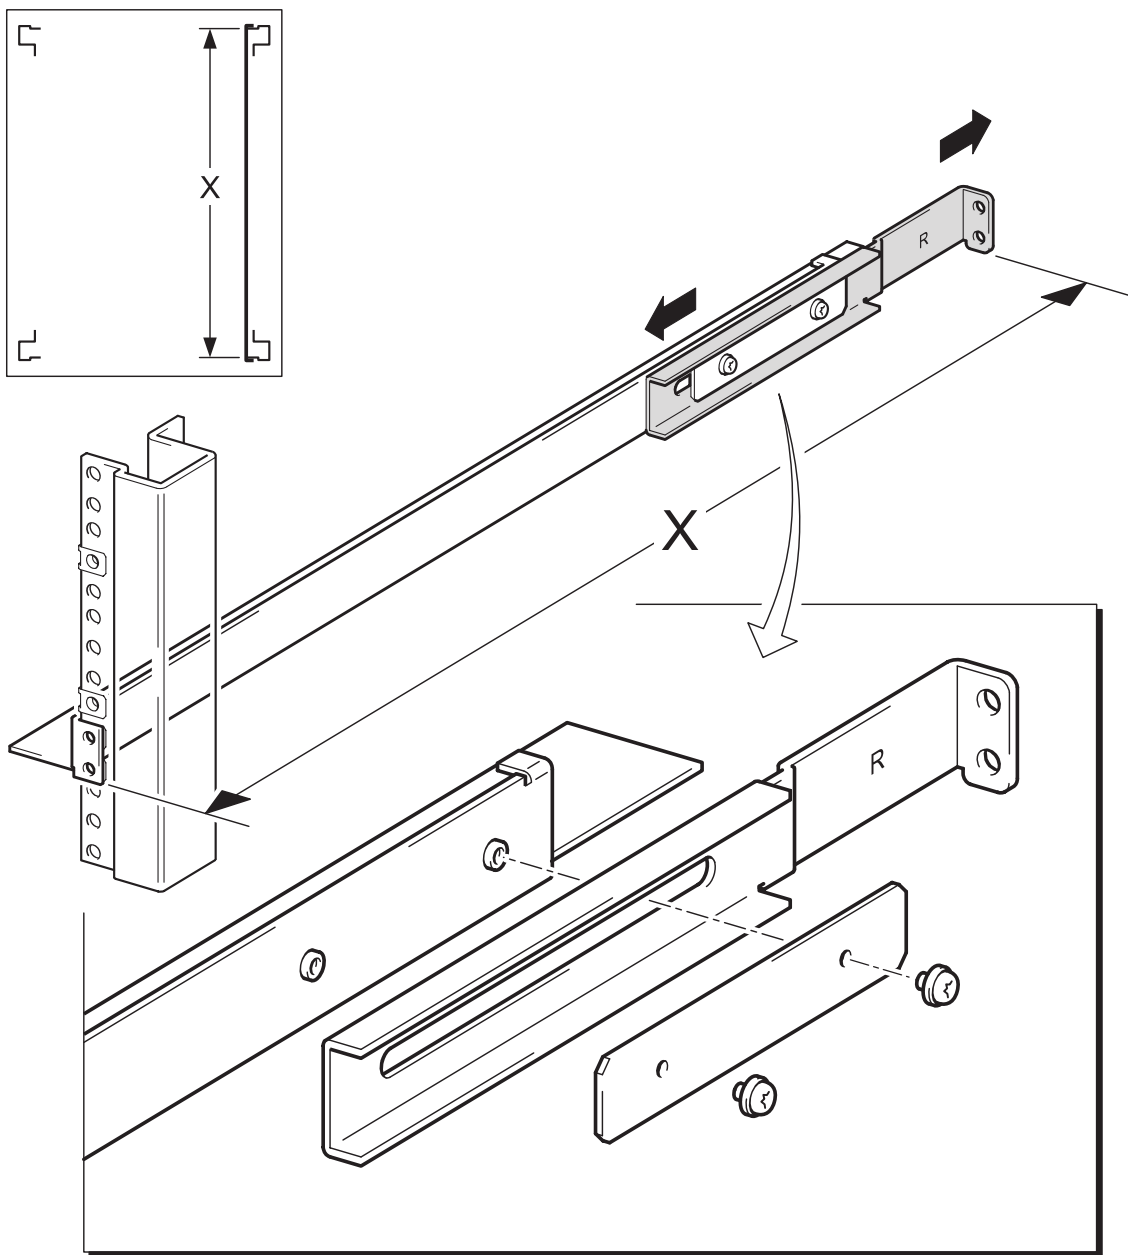

図 1: サポート・レールの長さの調節
- 2 図 1 に示すようにサイド・サポート・レールを組み立てます。上の表を参照して、線 A または B にレールの長さを揃えます。2 本の固定ネジを手で締めます。
- 5 サポート・レールの長さを確認します。サポート・レールの前端がラックの前部支柱、サポート・レールの後端がラックの後部支柱にそれぞれ重なる必要があります。図 1 を参照してください。